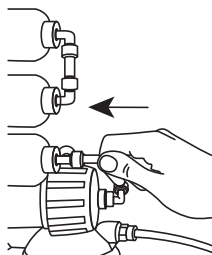

Рис. 34
5.9.6. Подключите трубку от накопительного бака к постфильтру согласно схеме (С – подача очищенной воды из системы в накопительный бак) (Рис. 34).